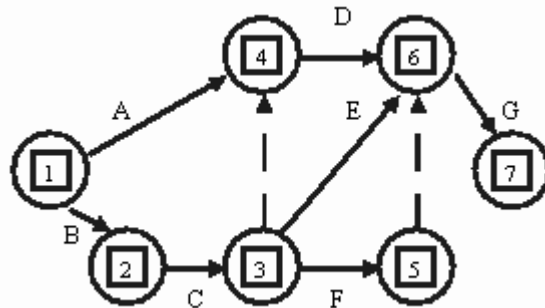

Рисунок 48. Различные пути на сетевом графике
**Путь** — последовательность взаимосвязанных работ, ведущая из одной вершины проекта в другую вершину. Например (см. Рисунок 48), {A, D, G} и {C, F} — два различных пути.